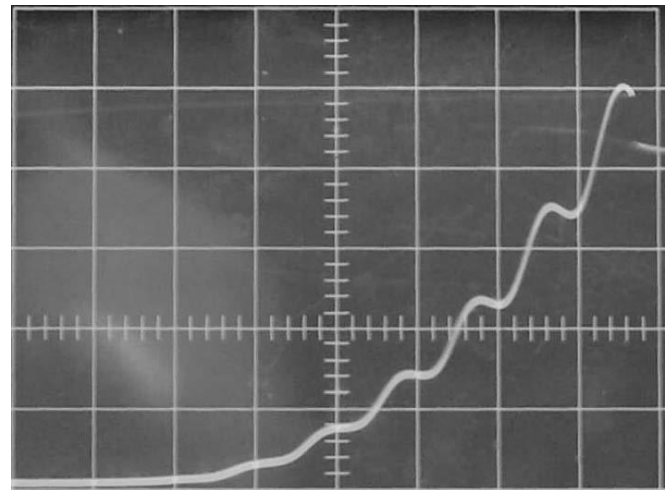

Abb. 4: Franck-Hertz-Experiment mit Hg-Röhre: Sägezahn-messung mit Oszilloskop.
B) Mit dem Tastschalter (2) und Drehknopf (13) die Parameter entsprechend des der Röhren beiliegenden Testreports einstellen.
C) Mit dem Tastschalter (4) den Ofen einschalten. Die Soll-Temperatur ist erst dann erreicht, wenn die rote LED oberhalb des Tastschalters (4) nicht mehr blinkt.
D) Mit dem Tastschalter (3) "Sägezahn" einstellen. Ausgänge (7) und (8) mit dem Oszilloskop verbinden und am Oszilloskop den XY-Betriebsmode auswählen. Mit dem Tastschalter (5) die Messung starten. Die eingestellten Spannungen U1 und U2 werden im "Sägezahn"-Betrieb mit einer Frequenz von 28 Hz am Hg-Rohr angelegt. Ein dabei typisch entstehendes Franck-Hertz-Bild ist in Abb. 4 gezeigt.